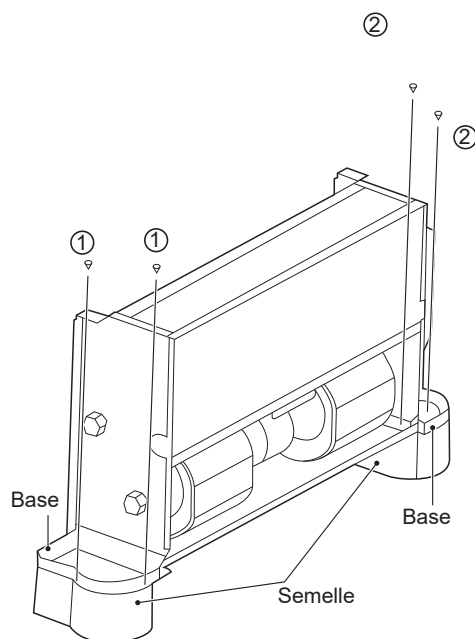

Figure 5-3
Les semelles illustrées à la Figure 5-3 sont facultatives. Vous pouvez les acheter séparément et les installer comme suit :
2. Placez les trous de montage sur la base de l'unité dans la goupille de positionnement de la semelle correspondante et installez les vis (1)*2 et (2)*2 pour fixer la semelle selon la Figure 5-3.